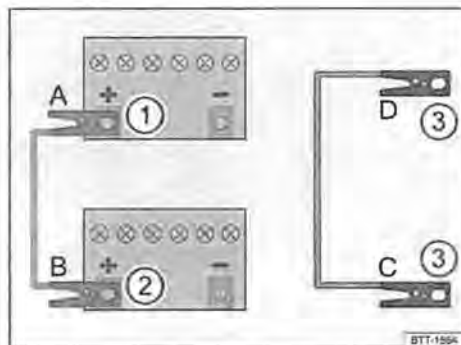

Fig. 130 Schema per il collegamento dei cavi per l'avviamento di emergenza
Collegare i cavi per l'avviamento di emergenza solo nella sequenza **A - B - C - D** → fig. 130.
- Collegare un'estremità del cavo **rosso** al polo positivo (+) della batteria da 12 volt scarica → fig. 130 ① → .
- Collegare l'altra estremità del cavo **rosso** al polo positivo + del veicolo che fornisce la corrente → fig. 130 ②.
- Collegare un'estremità del cavo **nero** preferibilmente a un elemento massiccio metallico avvitato saldamente al blocco motore oppure al blocco motore stesso del veicolo che fornisce la corrente → fig. 130 ③.
- Collegare l'altra estremità del cavo **nero** ③ del veicolo con la batteria da 12 volt scarica preferibilmente a un elemento metallico massiccio, avvi-
tato al blocco motore, oppure al blocco motore stesso → fig. 130, → .
- Scollegare i cavi per l'avviamento di emergenza con i motori accesi e solo nella sequenza **D - C - B - A** → fig. 130.